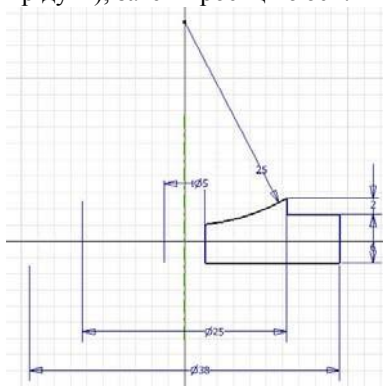

Рисунок 3.2 – Эскиз насадки
- Самостоятельно постройте эскиз при помощи команд **Отрезок**, **Дуга**, **Размеры** (рис. 3.2).